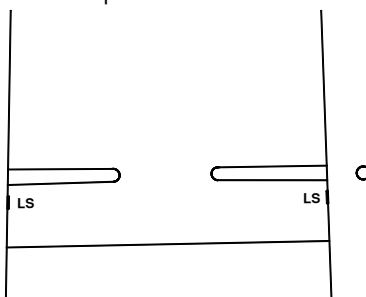

Figura 5
2. Para el papel estándar de los EE.UU. 8 1/2" x 11", mover ambas guías de papel de tal modo que sus bordes interiores estén alineados con las marcas rectas sobre la bandeja de transporte inscritas con LS (ver figura 5 para localizar la marca).